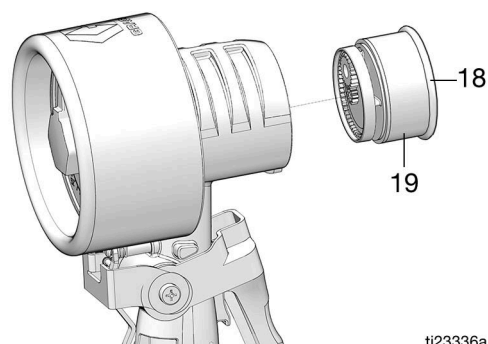

FIG. 12
5. Remova a vedação (18) e o conjunto do pistão (19) (FIG. 12).
OBSERVAÇÃO: Caso o conjunto do pistão ficar preso, bata levemente o compartimento contra uma superfície plana, para soltá-lo (FIG. 12).